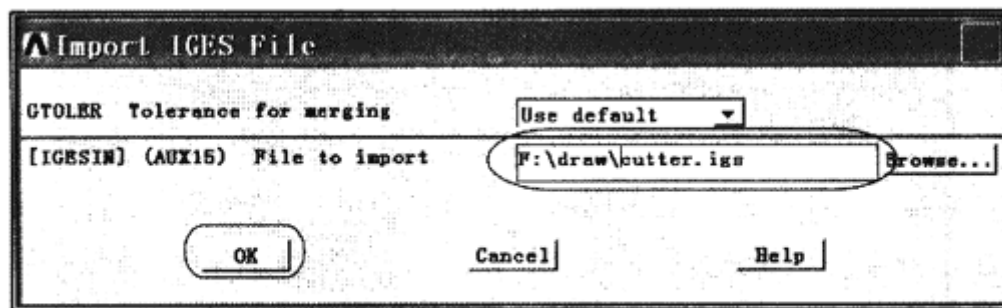

图 10-2 输入 3D 模型
- (1)选择 Nodafeaturing，输入 cutter.igs 文件 选取 Utility Menu>File>Imoort>IGES...，弹出 inputIGESFile 对话框，单击 OK 拉钮，弹出 Import IGES File 对话框，如图 10-2 所示。在光盘的 importansysfile 文件夹中选择文件 cutter.igs，单击 OK 按钮调入车刀模型。
- (2)改变模型的单位 由于 cutter,igs 文件图形是以厘米为单位建立模型，为了计算方便，在 ANSYS 中统一采用国际单位，长度单位采用米。运行 Main Menu>Preprocessor>modeling>Operate>Scale>Volumes，弹出拾取菜单，按 PickAll，弹出 Scale Volumes 对话框如